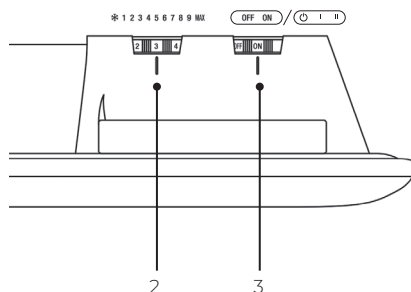
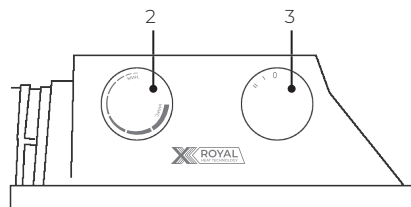

Рис. 7
Рис. 8
2. Поверните регулятор (3) для включения прибора (в положение I или on в зависимости от модели), для модели SORENTO Econo — рис. 7, для модели Sorento Meccanico, SORENTO Plinth — рис. 8.
3. Поверните регулятор (3) для выбора желаемой мощности обогрева помещения* (I и II).
4. Поверните ручку термостата (2) для выбора температуры нагрева (можно выбрать температуру от 5 до 35 градусов).